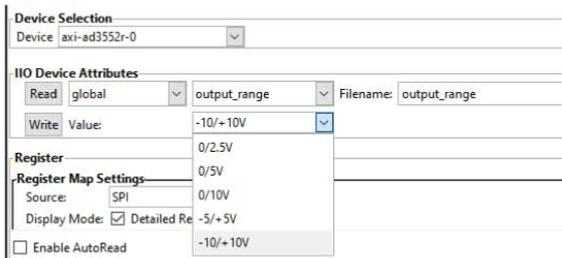

図 16. IIO Oscilloscope の設定パネル
4. 図 16 に示すように、IIO Oscilloscope で、AD3552R の DAC 出力レンジを $\pm 10V$ に設定し、入力源を **dma_input** に設定します。